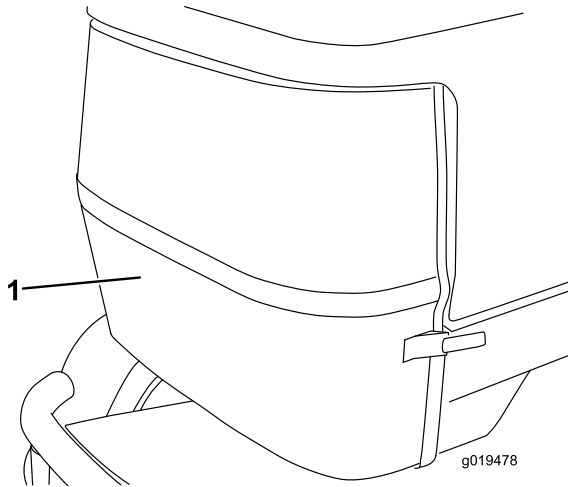

図 73
2. 後部スクリーン 図 73 のラッチをはずして後部を開ける。スクリーンをていねいに清掃する。